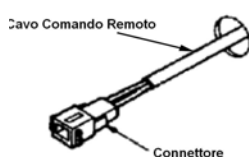

Fig. 2
3. Inserite il cavo del Comando Remoto in dotazione nel foro assicurandovi che il terminale con il connettore sia il più vicino possibile al Comando Remoto (Fig.2)
3. Collegate questo connettore al cavo di Collegamento "EZ" al capo marcato "To EZ Connect" dell'unità Master (Fig.2). L'altro capo del cavo di Collegamento "EZ" marcato "To PCB" deve essere collegato alla presa libera che si trova sulla sommità del PCB dell'unità Slave (Fig.2 e Fig.3).
5. Collegate il micro manometro alla presa prelievo pressione gas (Fig.2)
10. Controllate la pressione del gas sulla presa prelievo (Fig.2 - pag. precedente).
13. Controllate la pressione del gas sulla presa prelievo (Fig.2 - pag. precedente).